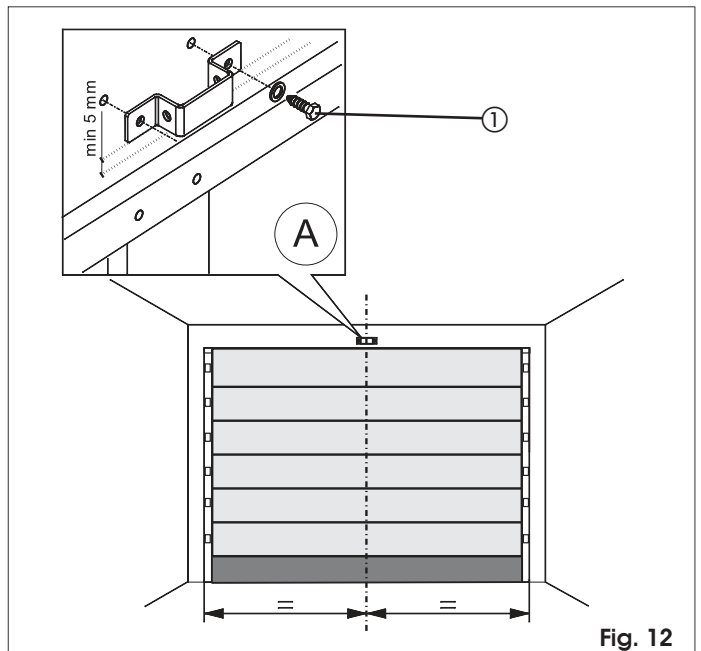

Fig. 12
- 1) Auf dem Sturz eine Linie anzeichnen, die mit der vertikalen Mittellinie des Tors übereinstimmt (Abb. 12).
- 3) Den Fixierbügel der vorderen Befestigung positionieren, wobei die Unterkante mindestens 5 mm über der Stelle, an der sich die Linien überschneiden, liegen und zur vertikalen Linie zentriert sein muss (Abb. 12). Für die korrekte Positionierung des Bügels zum Befestigungspunkt am Tor wird auf den Abschnitt 7.2 verwiesen.
- 5) Bohren und mit den Schrauben montieren (Bez. ① Abb. 12) **NICHT** im Lieferumfang enthalten.